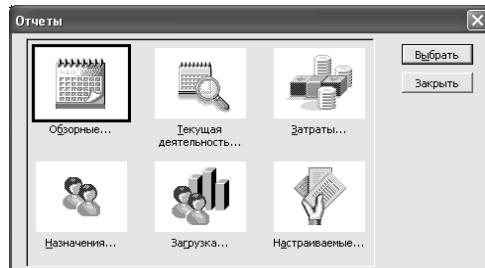

Рис. 42. Меню звітів
2. У вікні Звіти виберіть тип звіту і натисніть на кнопку **Вибрать** (рис. 42).